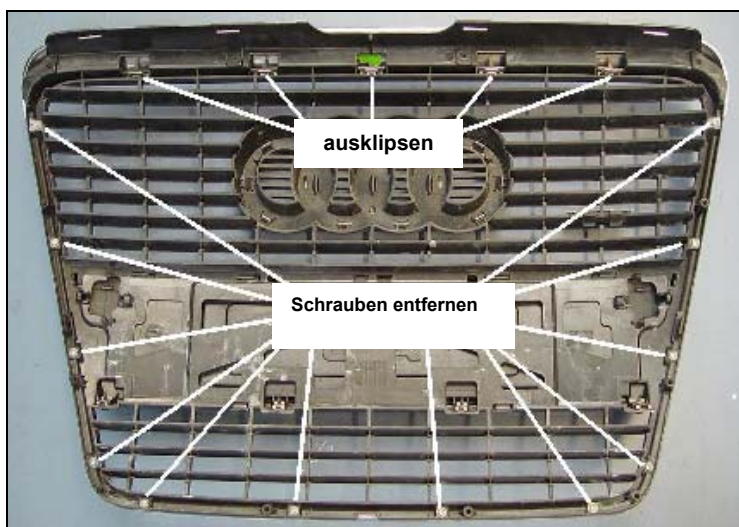

Abb. 9: Verschraubungen / Verklipsung Chromrahmen
17. Drehen Sie die 12 Torx Schrauben zur Befestigung des Chromrahmens heraus. Klipsen Sie am oberen Steg des Serienfrontgrills den Chromrahmen aus den Halterungen und nehmen Sie diesen ab, (Abb. 9).